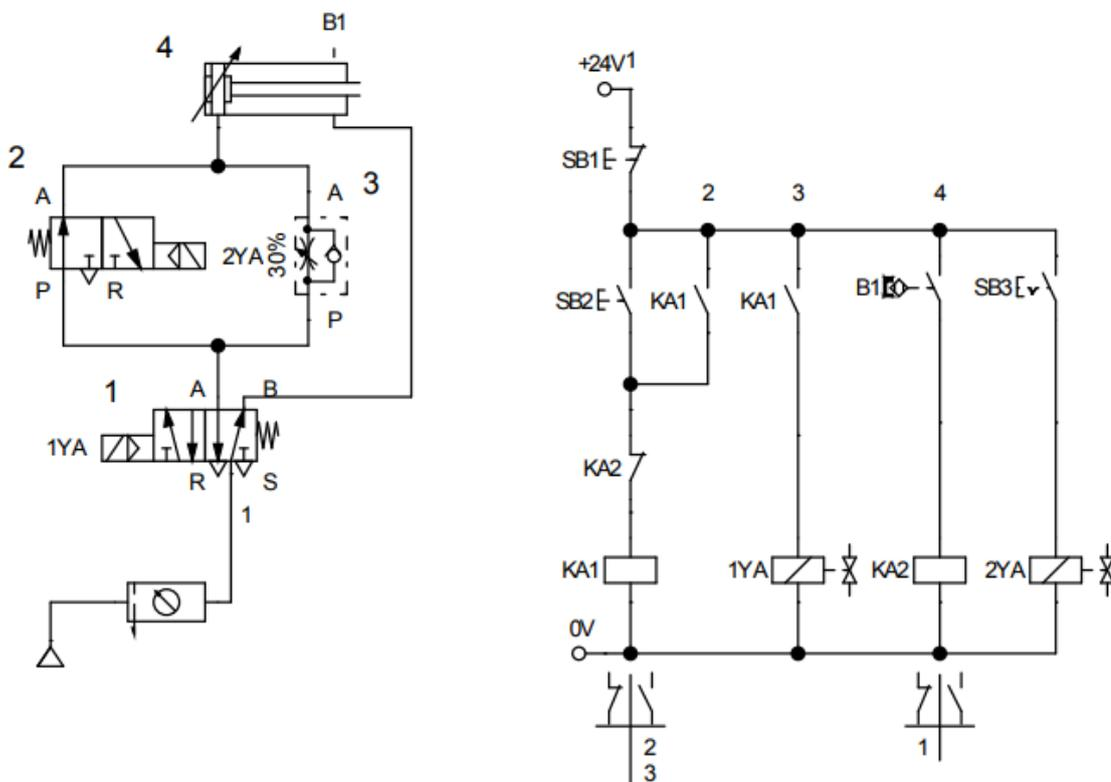

图 H 8 双速切换控制系统气动回路和电气控制线路
(1) 任务描述 安装并调试双速切换系统。气动回路图和电气回路图如下图 H 8 所示。